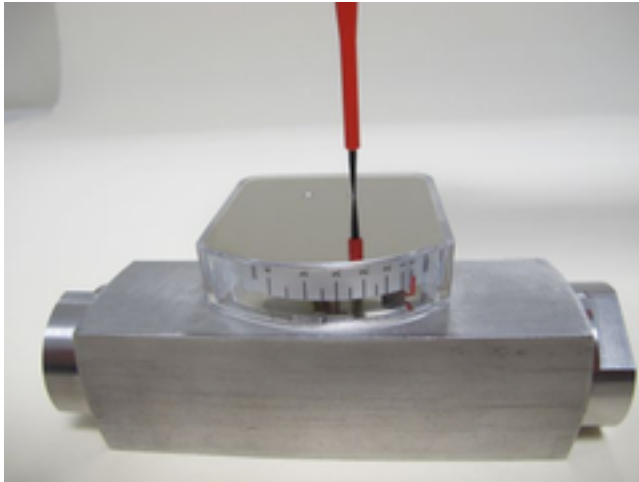

Abb. 43: Anzeigen-Deckplatte lösen
1. ➤ Befestigungsschrauben der Anzeige-Deckelplatte lösen (Abb. 43)